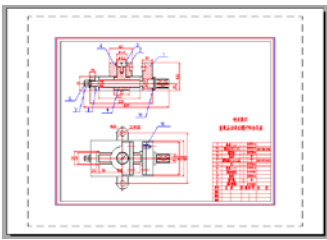

图 12-25 打印图形界限
- **图形界限：**打印当前布局图中的所有内容。该选项是默认选项。选择该项，可以精确地确认打印范围、打印比例和比例尺，如图 12-25 所示。